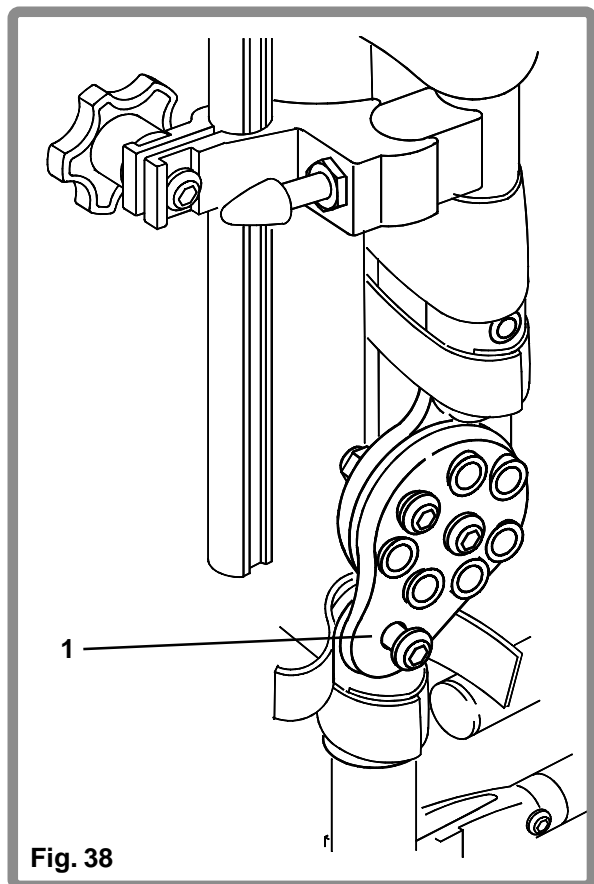

Fig. 38
Om de zitdiepte te verkorten door middel van de rug naar voren stellen moet eerst de schroef (1) worden losgemaakt met gebruik van een 13mm A/F steeksleutel en een 5mm inbussleutel. Draai het scharniergewricht naar voren tot 45° of 90°. Haal de schroef opnieuw aan op 4-7Nm koppel (Fig.38).